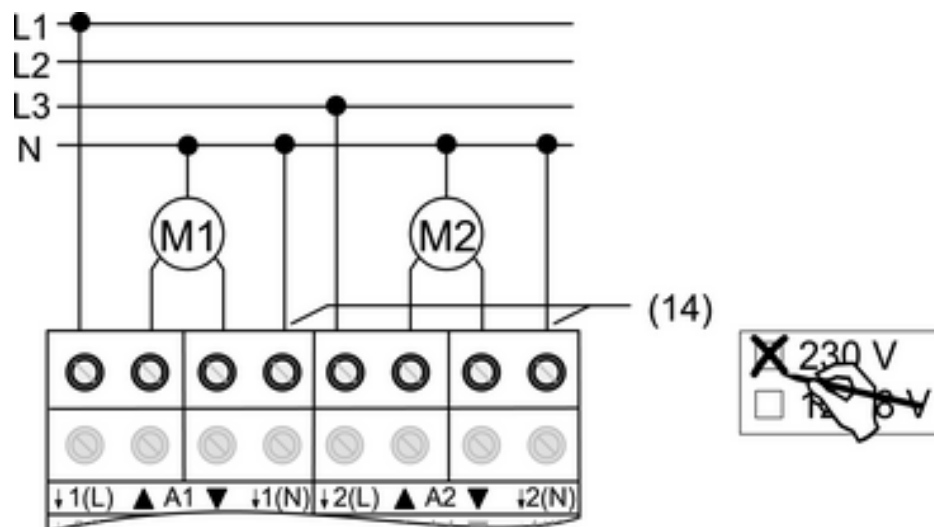

Bild 7
- Anslut motorn (bild 7).
- Anslut N-ledaren för respektive motor till N-ledarklämmorna (14) (bild 7). Var observant på ev. felströmsinstallation.
- Ange på etiketten att **230 V** ska användas (bild 7).